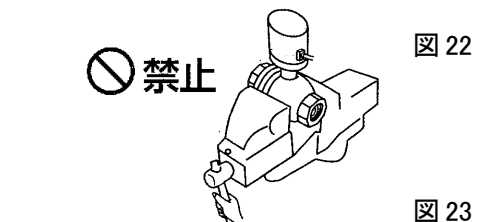

図 22
- バルブを万力等ではさまないでください。バルブを変形・破損させ、外部漏れや作動不良の原因となります。(図 22)